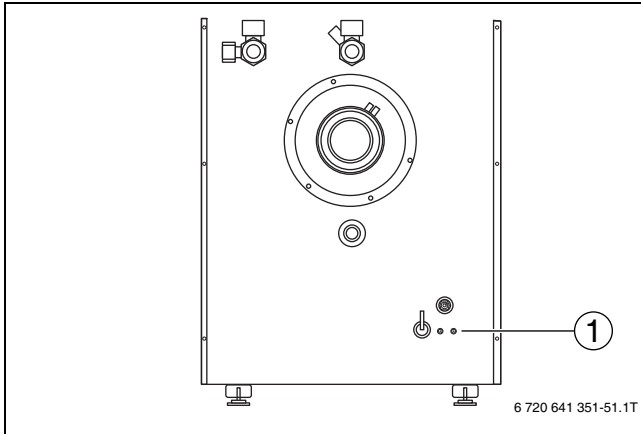

Bild 36 Schrauben an der Kesselrückwand
- ▶ 2 Schrauben (→ Bild 36 [1]) an der Kesselrückwand entfernen.